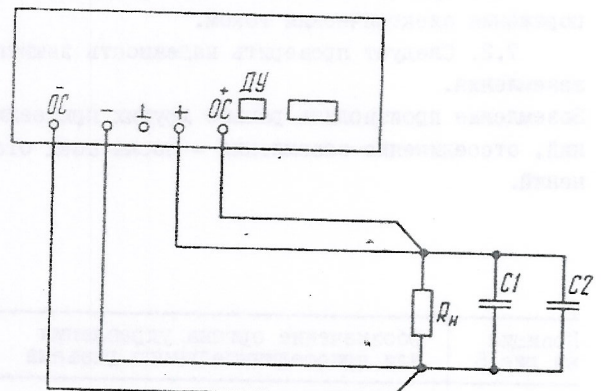

Рис. 6. Схема четырехпроводная подсоединения нагрузки к прибору:
снимите перемычки, соединяющие клеммы OC-; OC+; + на задней панели прибора и подсоедините нагрузки по четырехпроводной схеме, приведенной на рис.6.
8.3.3. Для получения гарантированных параметров приборов на удаленной нагрузке приборы подключаются к нагрузке четырьмя проводниками по схеме, приведенной на рис.6. При этом силовой проводник должен быть такого сечения, чтобы ток нагрузки, протекающий по нему, создавал падение напряжения не более 0,5 В.